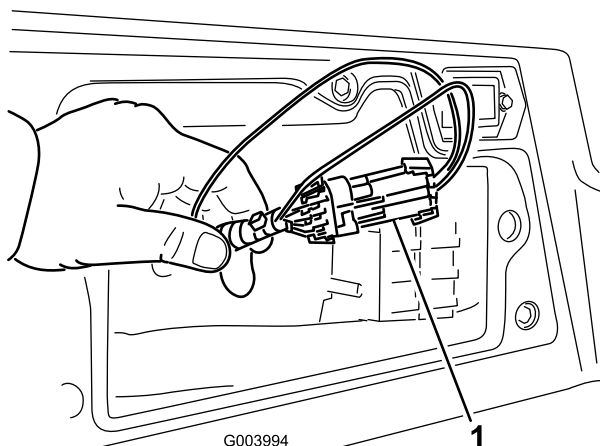

Figure 24
3. Localisez le faisceau de câblage et les connecteurs près du module de commande (Figure 24).